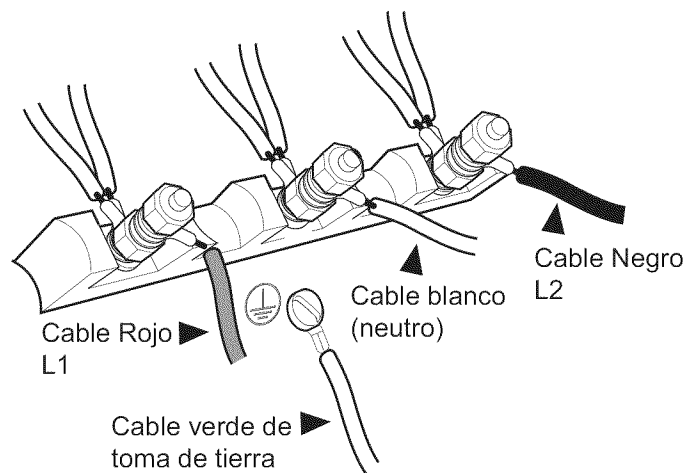

Figura 12: Conexión de cuatro cables
- Utilice una línea flexible de ¾" entre el suministro de gas y la línea de suministro del aparato. La línea de suministro de gas está ubicada en la parte inferior derecha de todas las estufas. (Figura 12). La línea de suministro de gas del aparato es de tipo NPT ½".
4. Fije el cable neutro de toma de tierra del circuito de alimentación al contacto central de la caja de conexiones con una tuerca (vea la *Figura 12*).